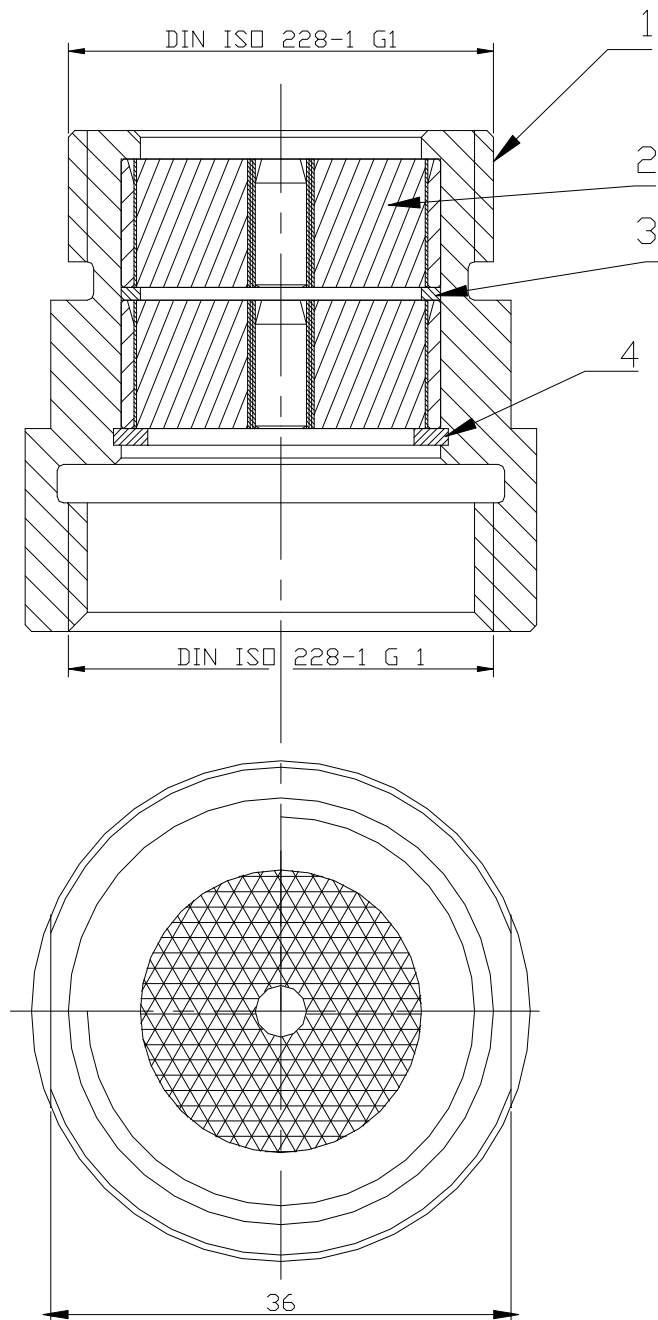

Bild 2:
(siehe Bild 2)
- Bestellnummer (Position siehe **Bild 2**)